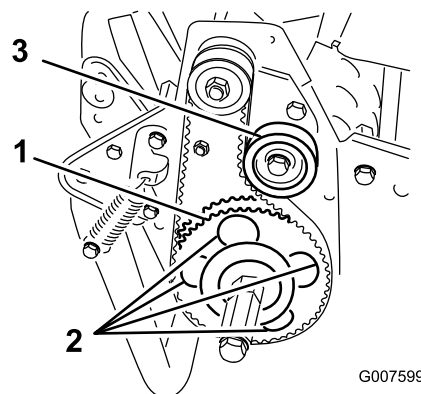

Figura 45
7. Ruotate la puleggia condotta finché i fori non sono allineati con le 4 viti a testa flangiata del cuscinetto a rulli (Figura 45).
11. Regolate la tensione della cinghia e serrate la vite di montaggio della puleggia tendicinghia (Figura 45).